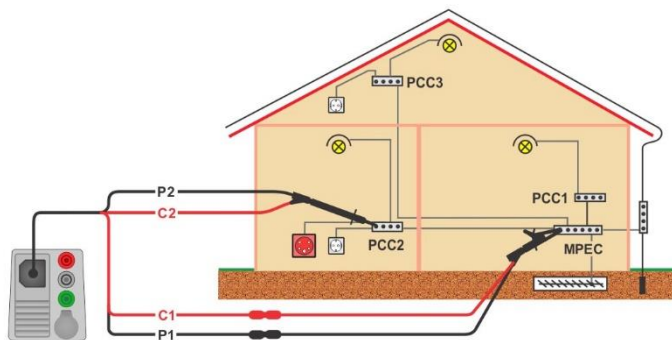

Abbildung 7.25: Anschluss des 4-Leiter Prüfadapters und des optionalen Verlängerungskabels
- › Schließen Sie die Prüfleitungen am Prüfling an, siehe **Abbildung 7.25**. Verwenden Sie die Verlängerungsleitung, falls erforderlich.